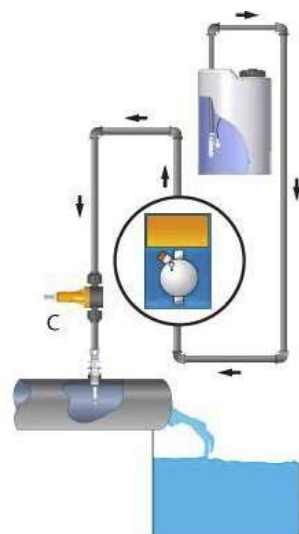

Рис. 2b
Если система работает при атмосферном давлении (без обратного), а емкость с реагентами расположена выше насоса (рис. 2b) необходимо часто проверять состояние клапана впрыска, т.к. его износ может вызвать попадание реагента в систему даже при выключенном насосе. Если данная проблема появляется, Вам необходимо установить **антисифонный клапан (C)** между точкой выброса и клапаном впрыска (либо заменить стандартный клапан впрыска на антисифонный клапан).